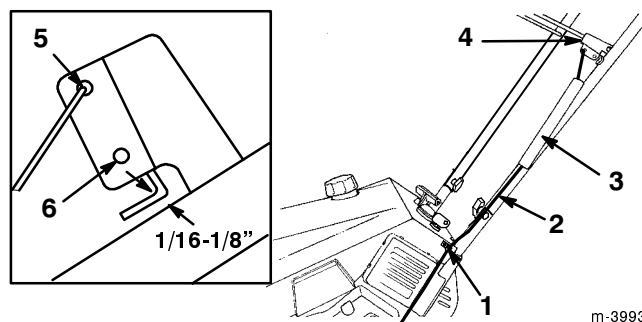

Bild 3
- Verlegen Sie den Bowdenzug durch die Schlaufe an der linken Seite der Schneefräse (Bild 3).
4. Schieben Sie die Federabdeckung über die Feder und die Zueinstellung. Schieben Sie dann das Federende durch das Loch im Ende der Federabdeckung (Bild 3).
5. Haken Sie die Feder in das obere Loch am Schaltleistenprofil ein (Bild 3).
7. Stellen Sie sicher, dass ein Abstand von 0,16–0,32 cm zwischen der Schaltleiste und dem Griff besteht (siehe Ausschnitt in Bild 3). Zum Einstellen dieses Abstandes beachten Sie bitte *Einstellen des Bowdenzuges*, Seite 15.